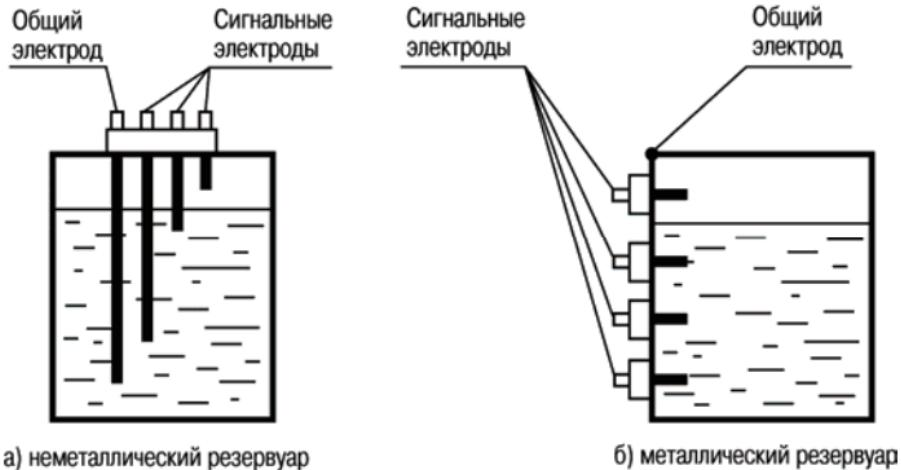

Рисунок 3.3
**Примечание** – При контроле уровней жидкости в металлическом резервуаре в качестве общего электрода может быть использован корпус резервуара (рисунок 3.3, б).